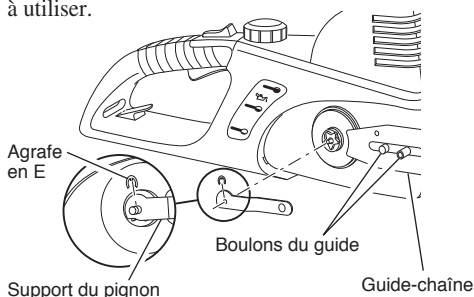

Figure 20 - Retrait de l'agrafe en E et du support de pignon
3. Retire l'agrafe en E et le support du pignon (voir la Figure 20).
1. Insérer le guide-chaîne sur les boulons du guide-chaîne (voir la Figure 20, page 64).
2. Placer le support de pignon sur le guide-chaîne et le fixer au moyen de l'agrafe en E (voir la Figure 20, page 64).